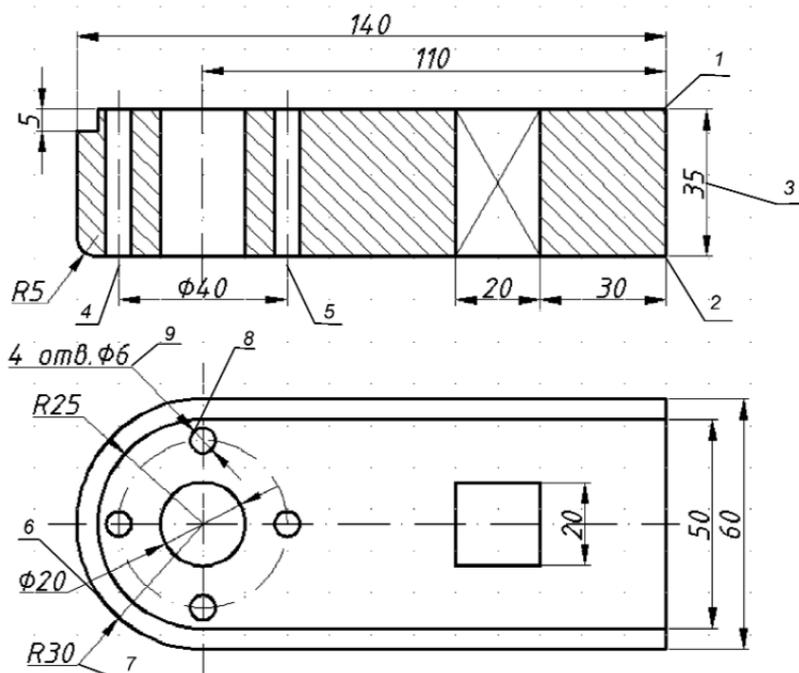

Рис. 5.8. Чертеж с нанесенными размерами
Нанести размеры в соответствии с рис. 5.8.
5. Нанести вертикальный габаритный размер на виде спереди (рис. 5.8):
- на запрос Specify base point of displacement: (Определите базовую точку перемещения:) указать на любую точку, например на точку 1 (рис. 5.8);